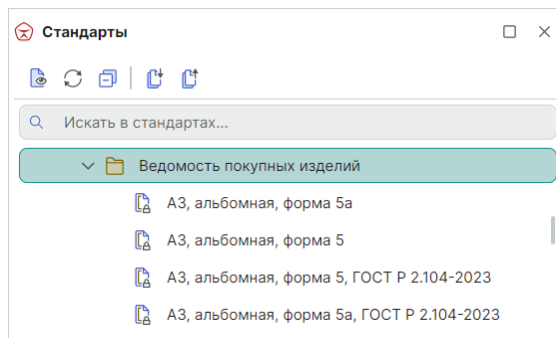

Рис. 78 Форматы и штампы ведомости покупных изделий
- Ведомость покупных изделий. В комплекте поставки включены формы «5» и «5а» альбомной ориентации листа формата А3, см. Рис. 78.